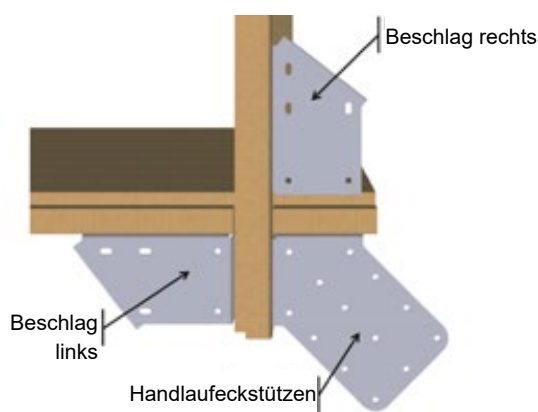

Abbildung 19 – Anbringen der Beschläge in den Ecken
- Installieren Sie in den Ecken vier «rechte» und vier «linke» Beschläge, sowie vier Handlaufeckstützen, gemäß **Abbildung 19**. Verwenden Sie 4 Torx-Gewindeschrauben 6 x 20 aus A2 Edelstahl (Pack G) pro Winkel und 6 Torx-Gewindeschrauben 6 x 20 aus A2 Edelstahl (Pack G) pro Holzkeil, also insgesamt 64 Schrauben.